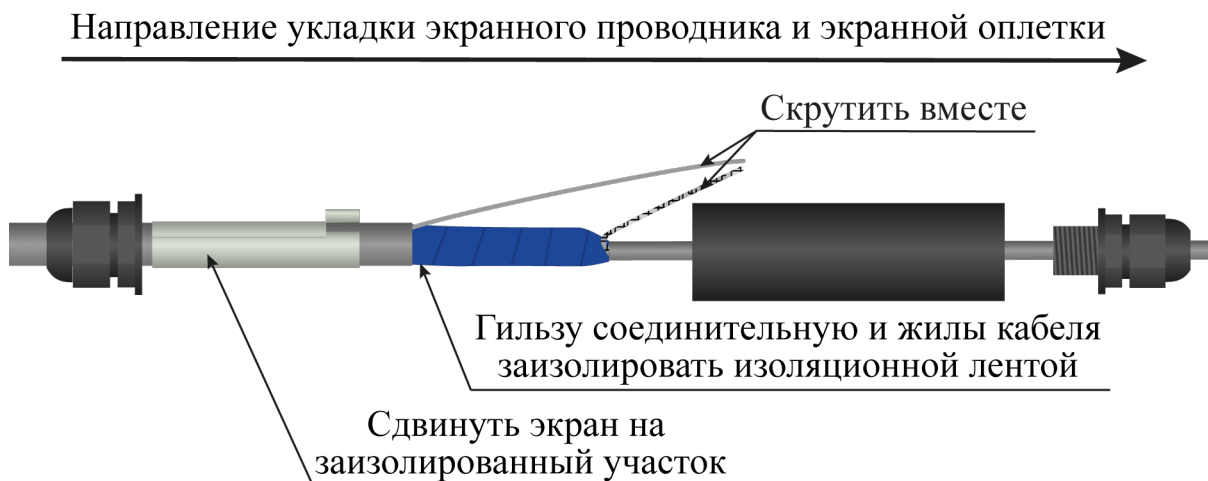

Рисунок 4.28
– гильзу соединительную и жилы кабеля ТППЭп заизолировать изоляционной лентой (рисунок 4.28);
– экранный проводник кабеля ТППЭп направить вдоль гильзы и скрутить с экраном кабеля РК (рисунок 4.28);
– сдвинуть экран муфты переходной на место соединения кабеля ТППЭп и кабеля РК (рисунок 4.28);